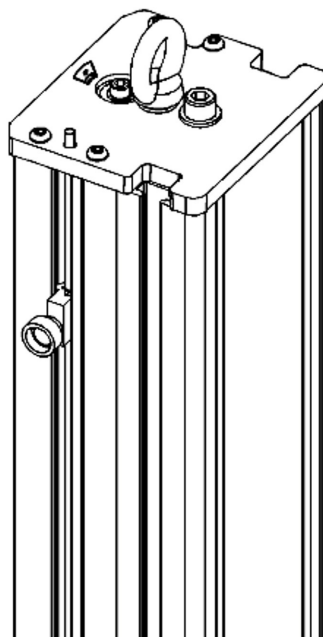

Figure 10. Piton à œil de levage du bâti
7. Insérez le crochet de la grue dans le boulon à œil situé sur la colonne du bâti Figure 10 à la page 60.
Sur certains systèmes, le piton à œil est enlevé pour l'expédition. Si le piton à œil ne se trouve pas sur la machine, il est emballé dans une enveloppe qui se trouve dans l'une des boîtes non scellées, généralement celle qui contient la documentation du système. Vissez le boulon à œil à la partie supérieure de la colonne du bâti comme indiqué à la Figure 10 à la page 60.